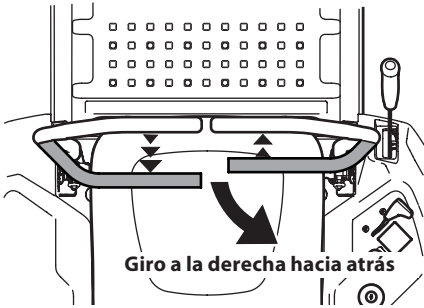

Figura 27
- Para girar a la derecha mientras se desplaza marcha atrás, mueva la palanca de control del lado derecho hacia adelante respecto de la palanca de control de la transmisión izquierda. Consulte la Figura 27.